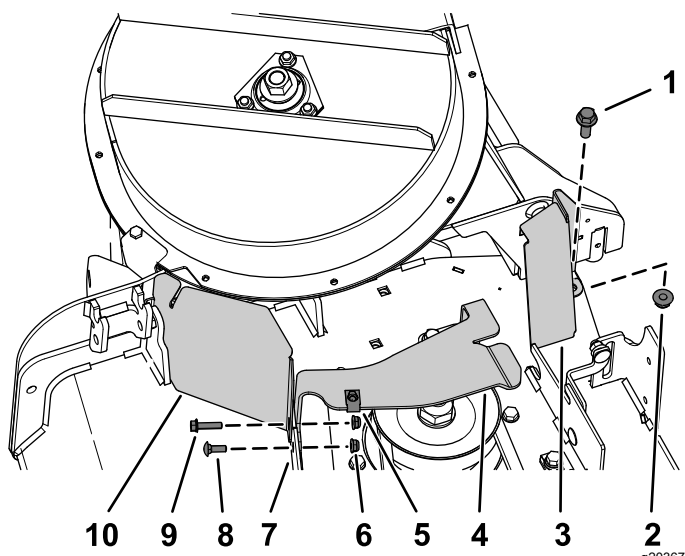

Figura 11
1. Alinee los taladros del protector de la polea (CE) con el taladro del soporte del deflector delantero y el taladro exterior de la pestaña delantera de la carcasa (Figura 11).
2. Instale el soporte de la cubierta de la correa (CE) en los taladros de la parte trasera de la pestaña delantera de la carcasa (Figura 11).
3. Sujete el protector de la polea (CE) y el soporte de la cubierta de la correa al orificio exterior de la pestaña delantera de la carcasa con el perno de cabeza hexagonal ($\frac{1}{4}$ " x 1") y una tuerca con arandela prensada ($\frac{1}{4}$ "), según se muestra en Figura 11.
4. Sujete el soporte de la cubierta de la correa al orificio interior de la pestaña delantera de la carcasa con un perno de cuello cuadrado ($\frac{1}{4}$ " x $\frac{3}{4}$ ") y una tuerca con arandela prensada ($\frac{1}{4}$ "), según se muestra en Figura 11.
5. Alinee el orificio de la pestaña trasera del soporte de la cubierta de la correa (CE) con el orificio de la carcasa de donde retiró el soporte de la cubierta de la correa en el paso 1 de Retirada del soporte de montaje de la cubierta \(página 3\); consulte Figura 11.
6. Sujete la pestaña trasera del soporte de la cubierta de la correa (CE) a la carcasa con un perno de cabeza hexagonal ($\frac{3}{8}$ " x 1") y una tuerca con arandela prensada ($\frac{3}{8}$ "), según se muestra en Figura 11.
- Alinee la tuerca rápida con el taladro de la parte superior del soporte de la cubierta de la correa (CE), y coloque la tuerca rápida a presión en el soporte (Figura 11).
- Instale provisionalmente el protector trasero a la carcasa de corte con un perno de cabeza hexagonal ($\frac{3}{8}$ " x 1") y una tuerca con arandela prensada ($\frac{3}{8}$ "), según se muestra en Figura 11.